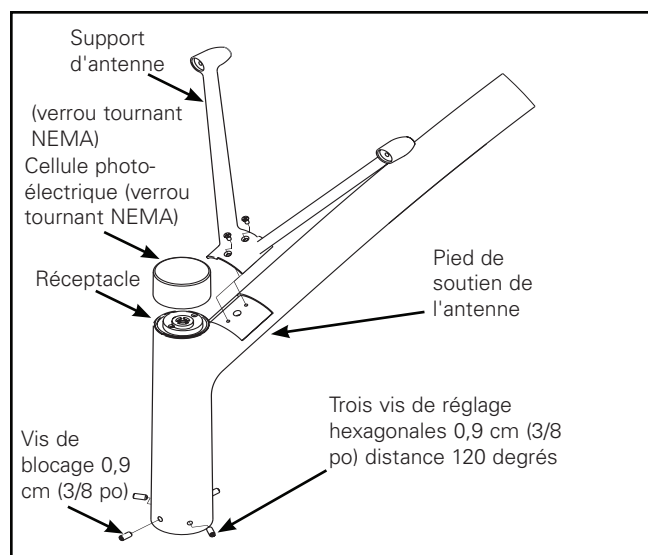

Figure 1.
1. Assemblez le pied de soutien de l'antenne au boîtier avant d'installer le luminaire. (Figure 1.) Installez en utilisant les quatre vis de 1/4-20 fournies dans la partie encastrée.
3. Installez la cellule photo-électrique à verrou tournant NEMA fournie dans le réceptacle. (Figure 1.)